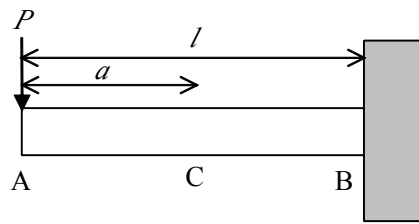

図2-2
- (1) 図2-2に示すように自由端 A に荷重 P が働いているものとして、点 C でのたわみ y_{C1} を求めよ。